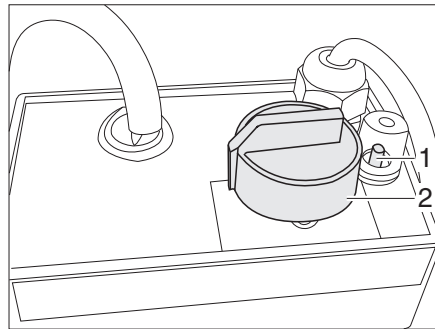

Fig. 111 Regulador para calentamiento eléctrico del piso
- Girar el regulador giratorio (Fig. 111,2) al nivel de calefacción deseado.
- Girar el regulador giratorio (Fig. 111,2) a la posición "0".
Cuando se sobrecarga el regulador, se activa la protección contra sobrecargas. El perno (Fig. 111,1) salta hacia fuera.
- Hundir el perno (Fig. 111,1) en la protección contra sobrecargas cuando se haya enfriado el regulador.